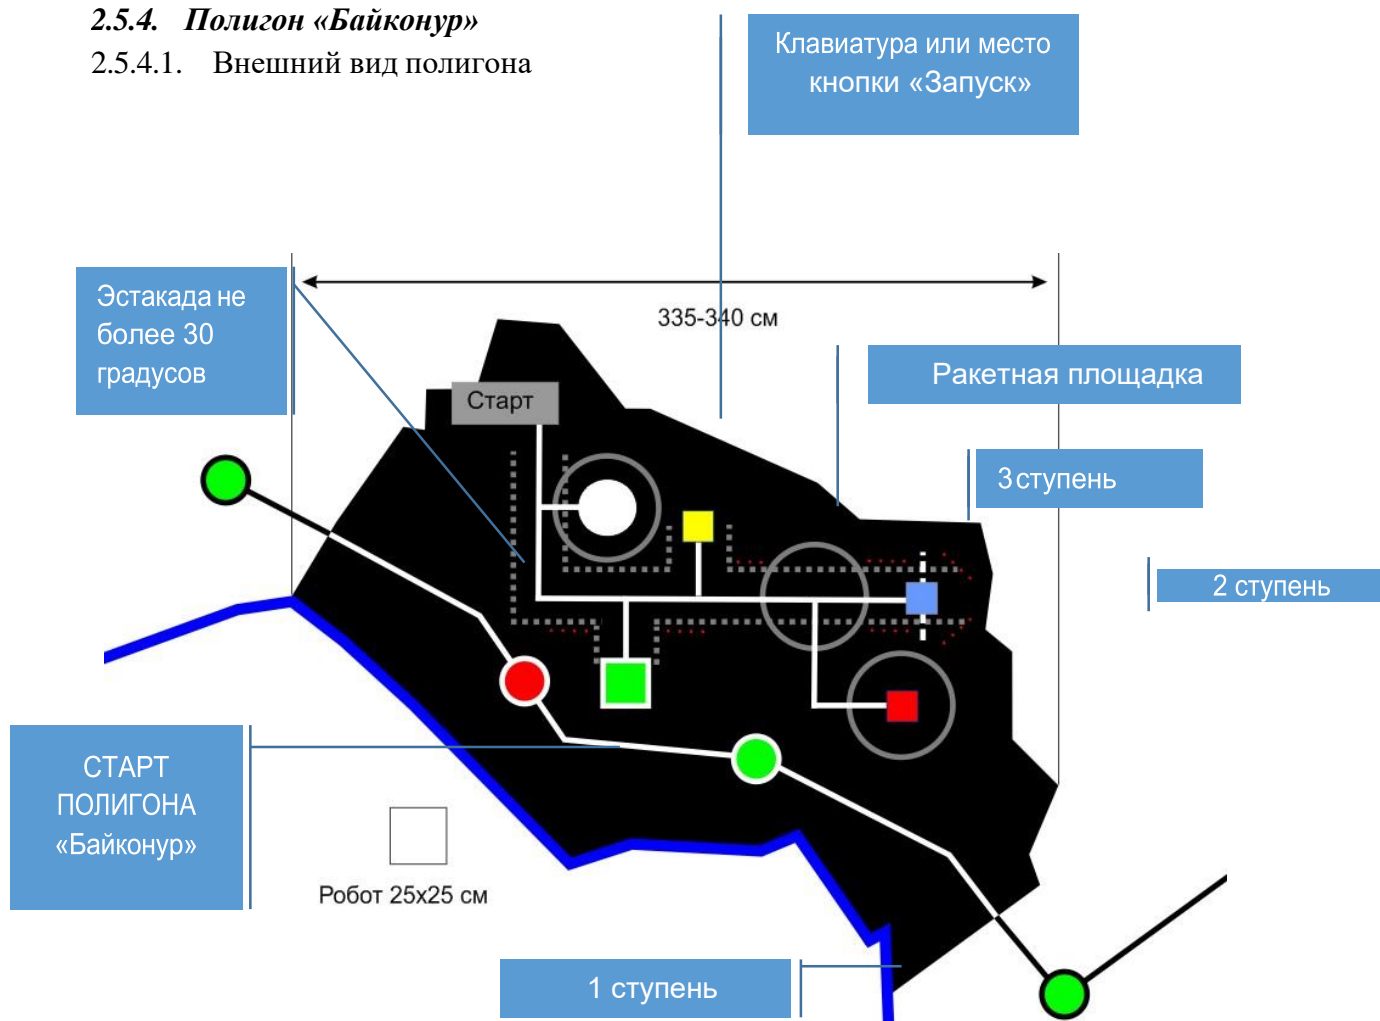

Рис.7. Полигон «Байконур»
2.2.4.3. Цель прохождения полигона (рис.7.) заключается в доставке и установке ступеней (рис. 8) в правильном порядке на ракетную площадку.